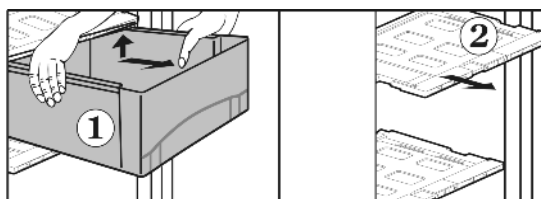

Fig. 13
▶ Выдвижные ящики Fig. 13 (1) извлеките до упора.
▶ У снятого выдвижного ящика крышку Fig. 13 (2) с регулятором влажности освободите из фиксаторов сверху, извлеките вперед.